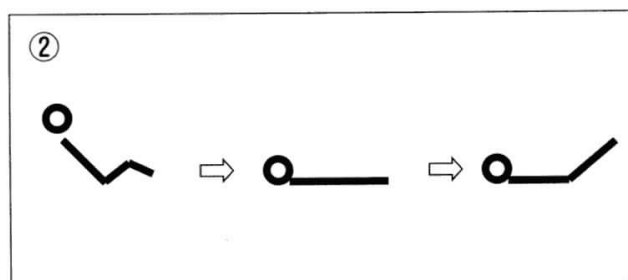

図2
- ②の背・ひざが上がった状態で「かかと」の上げボタンを押すと、背・ひざが水平まで下がり、その後にかかとが上がります。図2